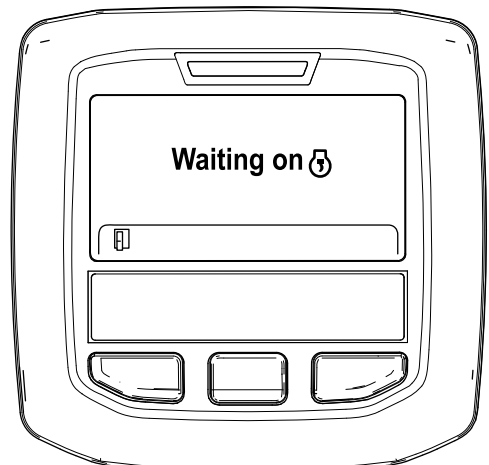

Figura 54
- B. Surge a mensagem "Waiting on [engine icon]" (À espera de) (Figura 54).